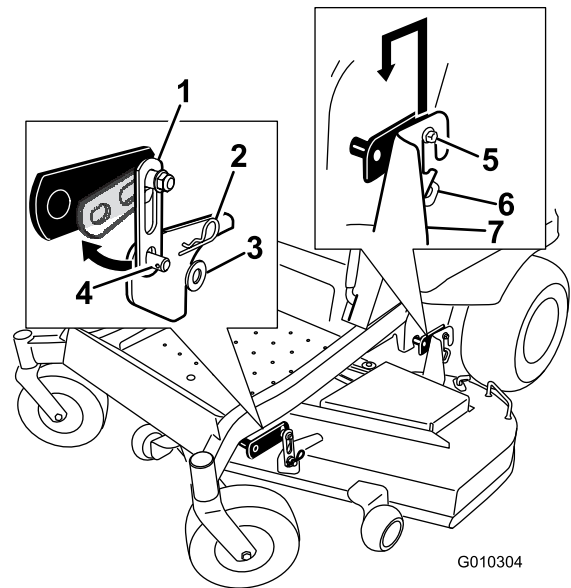

Figura 71
2. Retire los herrajes de las pletinas de suspensión delanteras en ambos lados de la carcasa (Figura 71).
3. Retire la carcasa con cuidado de los pernos de las pletinas de suspensión y baje la parte delantera de la carcasa al suelo (Figura 71).
5. Eleve la parte trasera de la carcasa del cortacésped y coloque los soportes de las pletinas de suspensión sobre sus pernos (Figura 71).
6. Conecte el soporte delantero de la carcasa del cortacésped a las pletinas de suspensión delanteras y sujételas con una arandela y un pasador de horquilla (Figura 71).